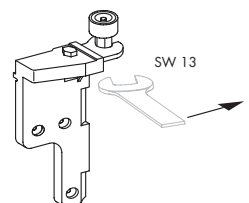

Bild 4 Führung in Stützplatte einschieben und mit Gabelschlüssel SW 13 fest anziehen
- C** Führung (**13**) jeweils in die Stützplatte des Ecklager D (**10**) und Ecklager (**19**) schieben und mit Gabelschlüssel SW 13 fest anziehen, siehe Bild 4.